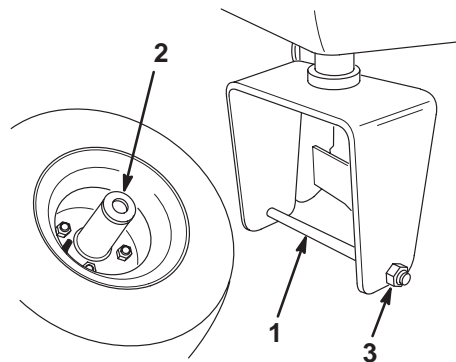

Figure 2
1. Déposez le boulon et le contre-écrou des trous de montage de la roue dans la chape de roue arrière (Fig. 2).
2. Montez la roue arrière dans la chape pivotante. Introduisez le boulon dans l'un des trous de montage, disposez une entretoise et faites passer le boulon à travers la roue (Fig. 2).